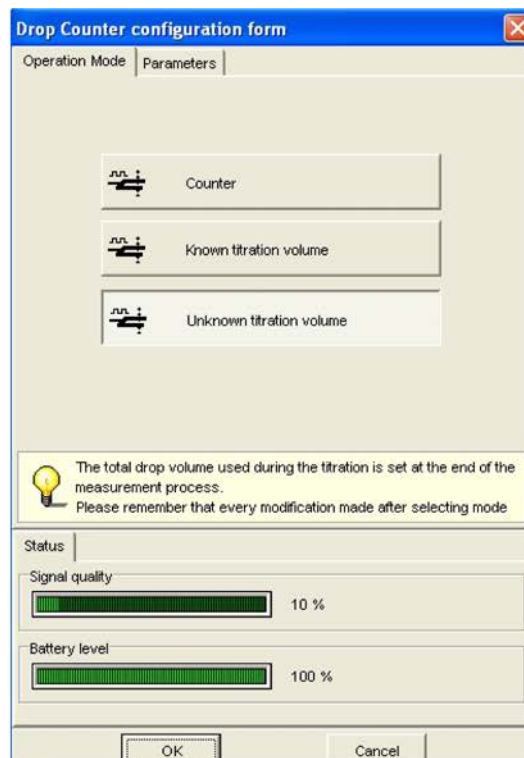

Рис. 2: Обзор капельницы, определяющей объем титрования
- Включите оба прибора с беспроводной связью и дождитесь, когда программа распознает измерительный сенсор. Выберите «Неизвестный объем титрования» через капельницу (см. Рис. 2).